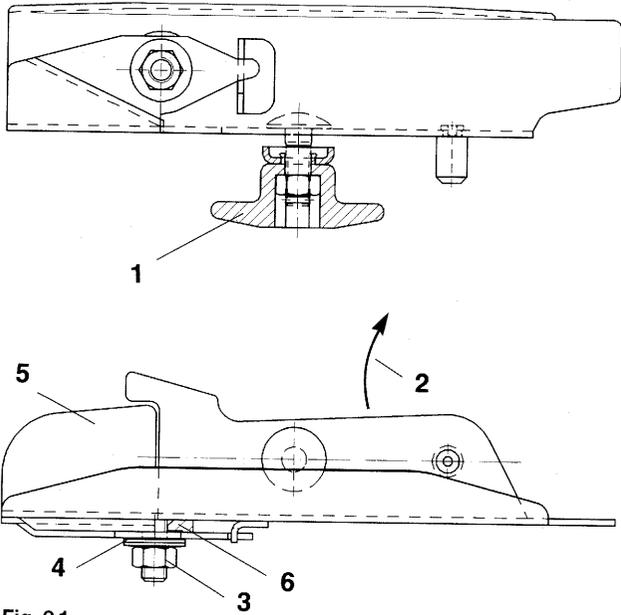

Fig. 9.1
- Flügelmutter (Fig. 9.1/1) lösen und Streuschaufel auswechseln.
**Auf korrekte Montage der Streuschaufeln achten, die offene Seite der U-förmigen Streuschaufel weist in Drehrichtung (Fig. 9.1/2).**
- Selbstsichernde Mutter (Messing CuZn) (Fig. 9.1/3) lösen und mit Tellerfedern (Fig. 9.1/4) entfernen.
- Schwenkflügel (Fig. 9.1/5) auswechseln.
**Auf Kunststoffscheibe (Fig. 9.1/6) zwischen Streuschaufel und Schwenkflügel achten.**